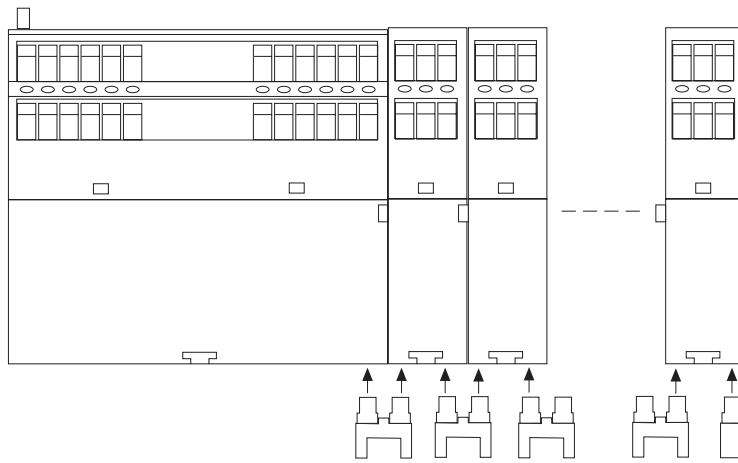

Fig. 3: PNOZ XM1 und Erweiterungsgeräte mit Steckbrücken verbinden, auf letztes Erweiterungsgerät Abschlußstecker stecken/
- Verbinden Sie bis zu 9 Erweiterungsgeräte auf die gleiche Weise (Fig. 3). Die Kombination von PNOZ XE1 und PNOZ XE 2 ist beliebig.
- Stecken Sie auf den rechten Stecker des letzten Erweiterungsgeräts die Steckbrücke, die Sie vom PNOZ XM1 abgezogen haben (Fig. 3).
- A maximum of 9 input modules can be connected using the same method (Fig. 3). You can have any combination of PNOZ XE1 and XE2 devices up to a maximum of 9 units.
- Insert the terminator you removed from the PNOZ XM1 into the right-hand socket of the last input module (Fig. 3).
- Raccordez de cette manière les autres appareils d'extension(max. 9) (Fig. 3). Vous pouvez librement associer des PNOZ XE1 et PNOZ XE2.
- Branchez sur le connecteur droit du dernier appareil d'extension le pont enfichable que vous avez retiré du PNOZ XM1 (Fig. 3).